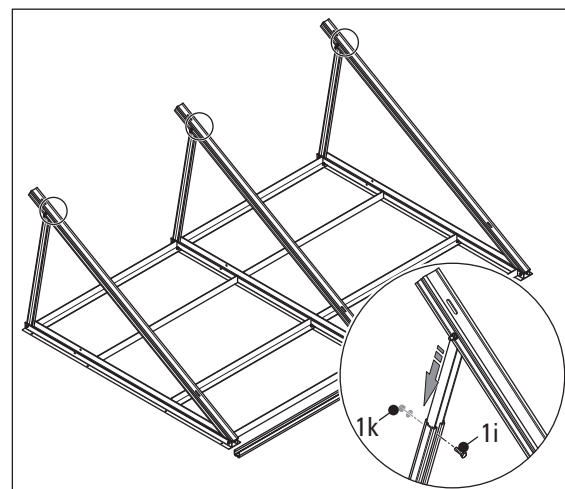

Bild 3-9 Grunddreiecke gemäß Winkel aufstellen
10. Erstes Grunddreieck aufstellen (Bild 3-9), dazu Teleskopschienen gemäß dem gewünschten Winkel (dazu Tab. 3-4) einstellen und mit Sechskantschraube fixieren.
11. Weitere Grunddreiecke nach gleichem Prinzip aufstellen und montieren (Bild 3-9).